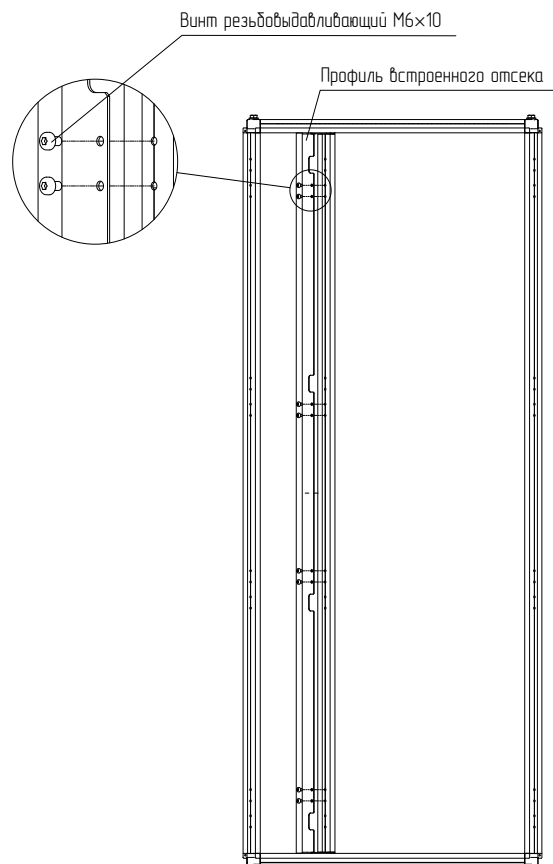

Рисунок 3
4.1.3 Установить профиль встроенного отсека в каркас и закрепить винтами M6×10 (рисунок 3). Момент затяжки – 7 Н·м.